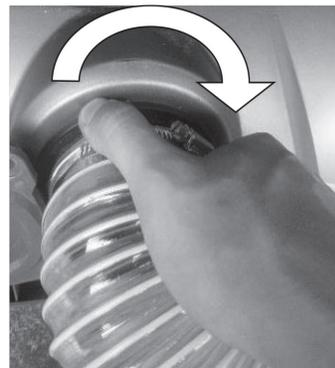

Рис. 28
- Зафиксируйте шланг в патрубке, повернув его по часовой стрелки до упора (рис. 28).